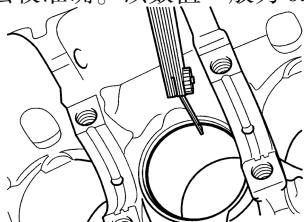

图 1-72 端隙的检测
(1) **活塞环端隙** 活塞环端隙指的是活塞环平装到气缸内时两端间的间隙,一般为 0.25 ~ 0.50mm。端隙的检查方法如图 1-72 所示。